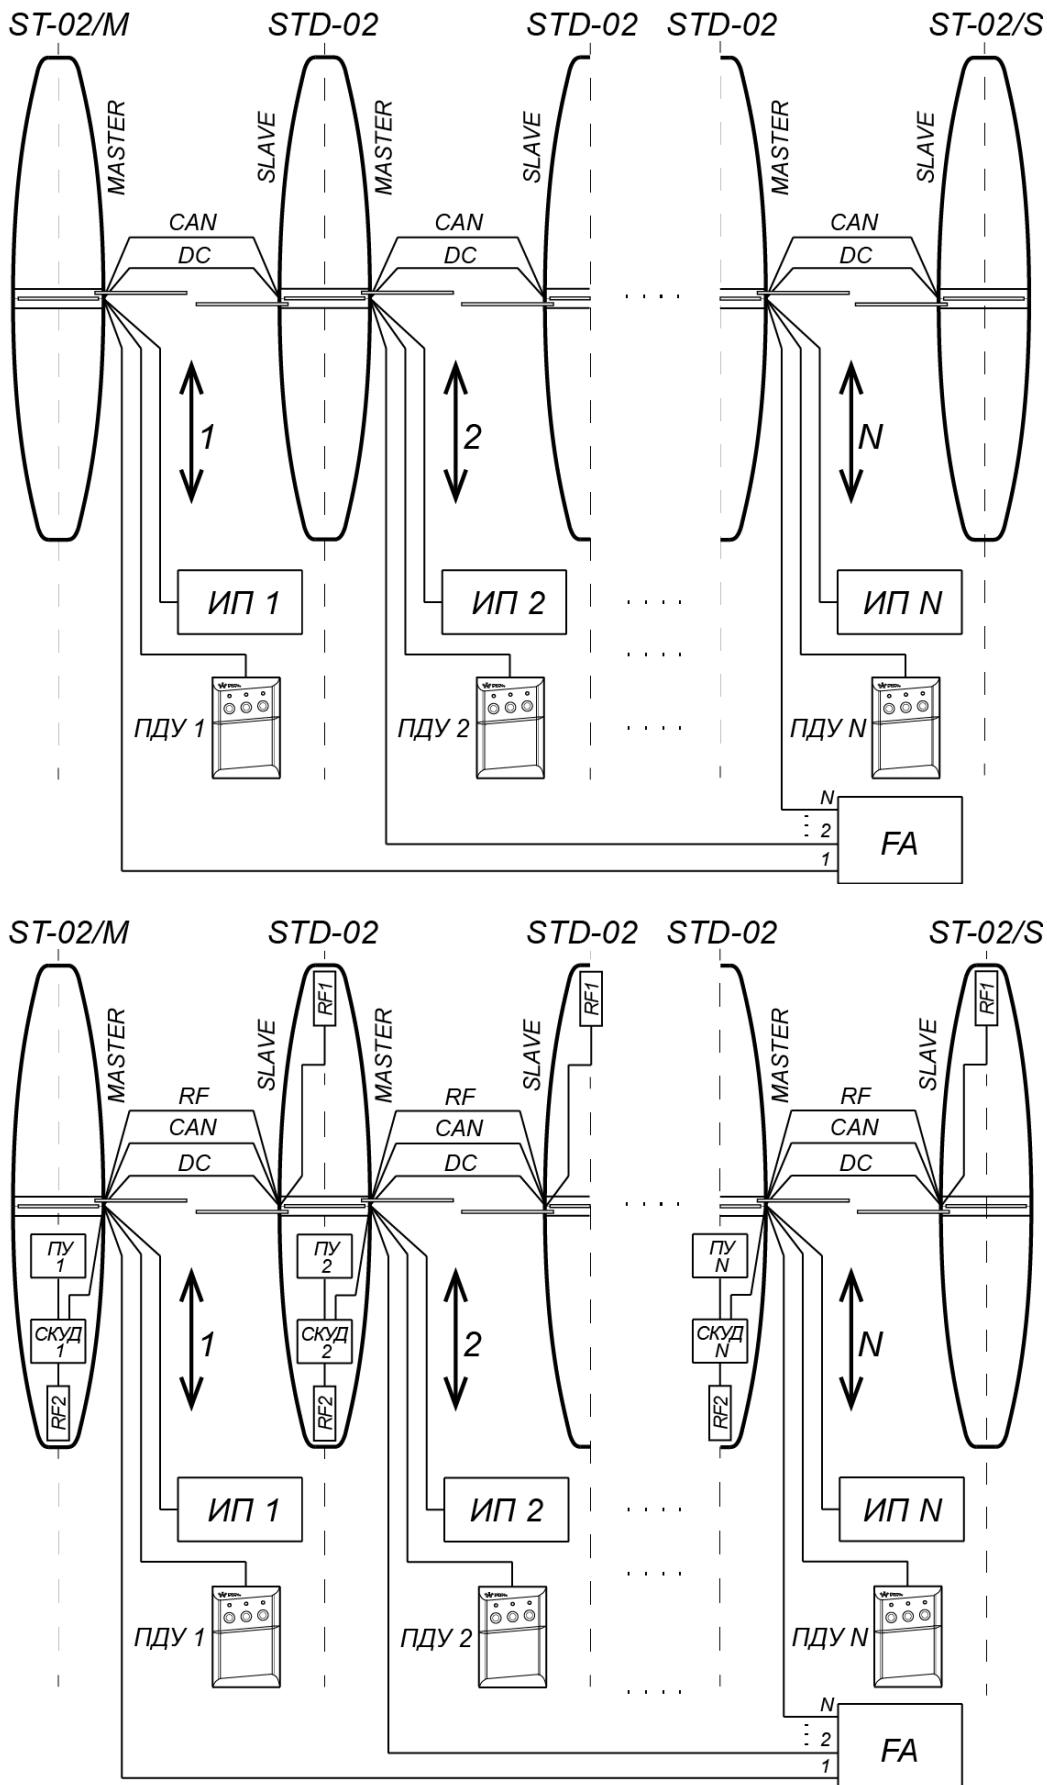
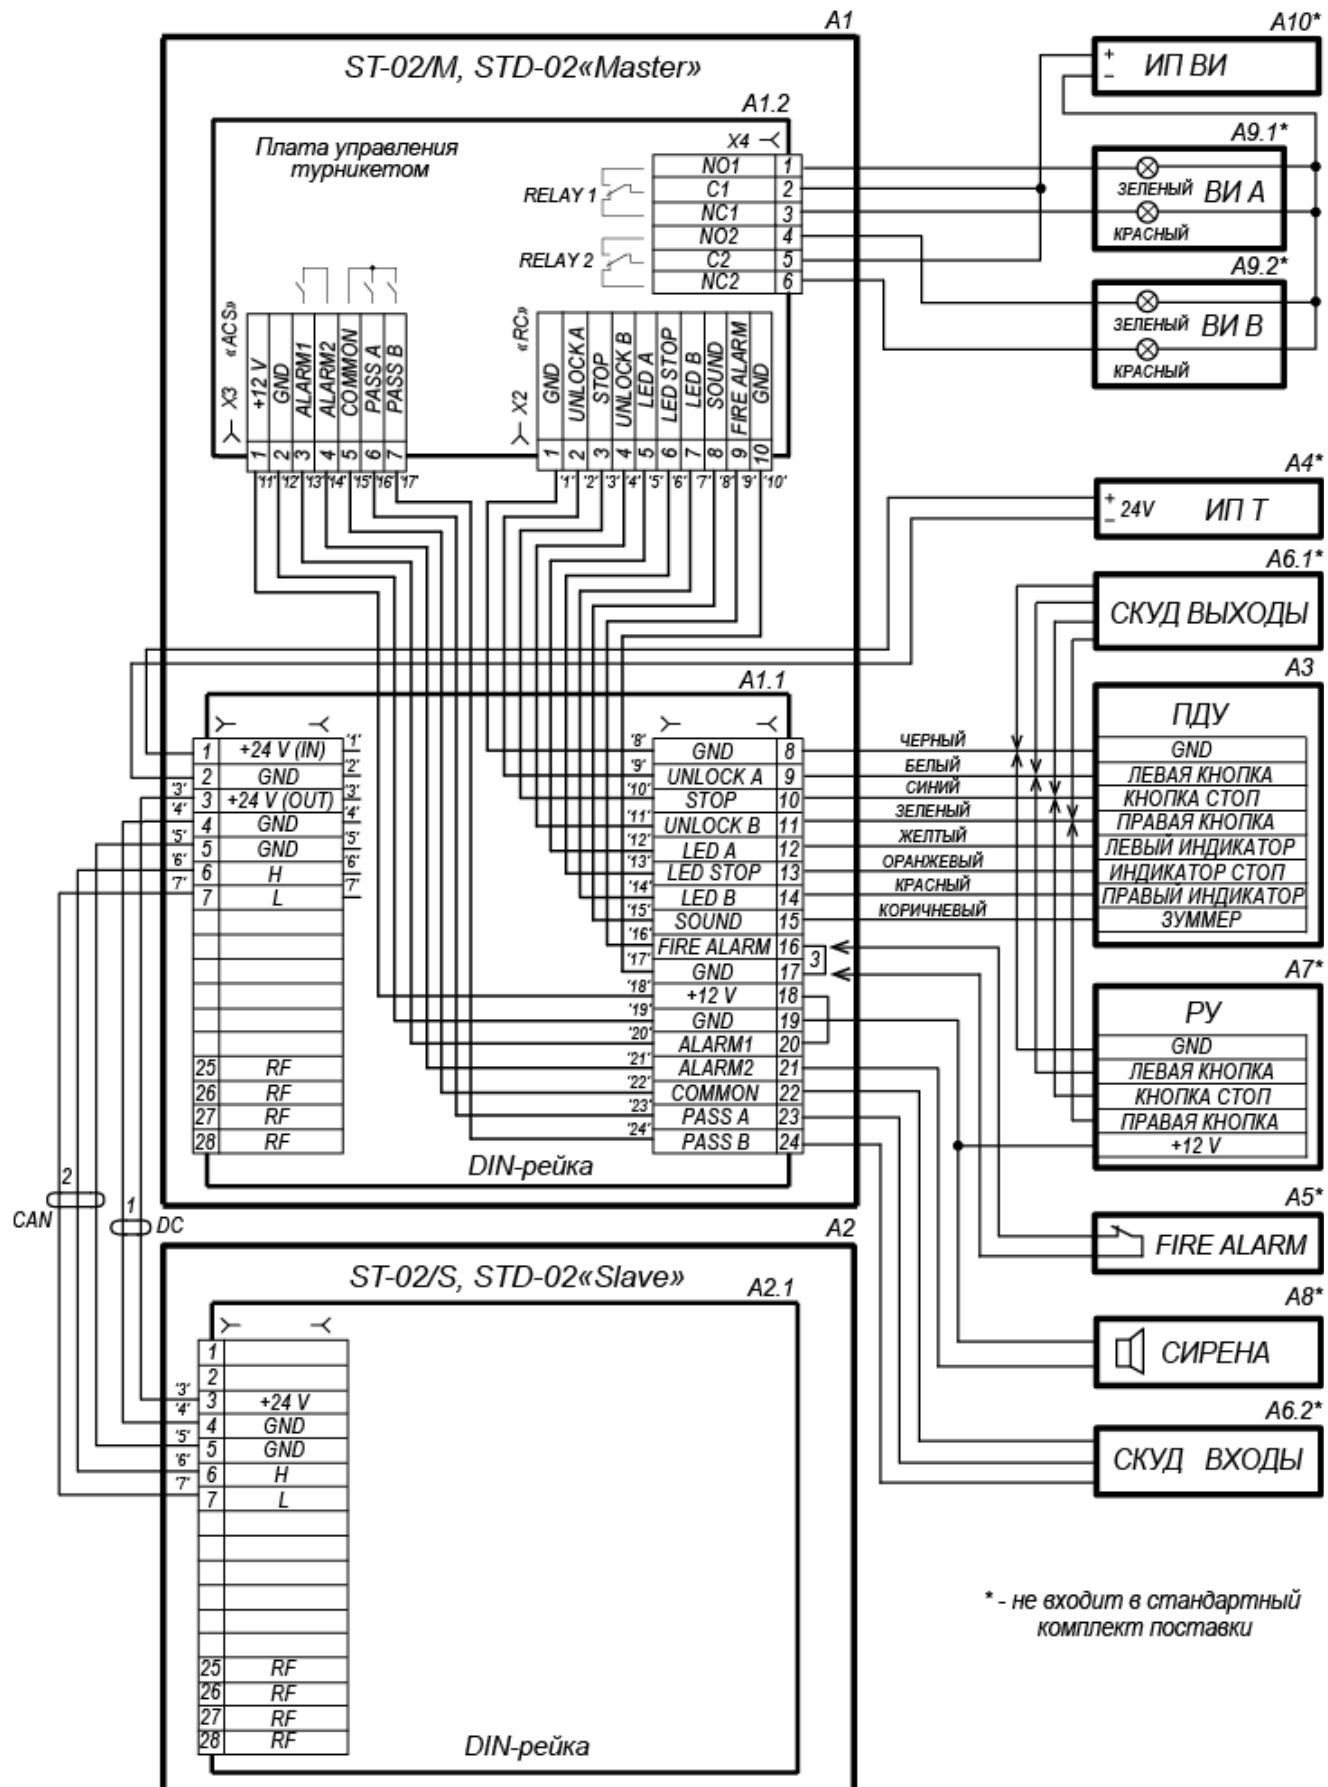
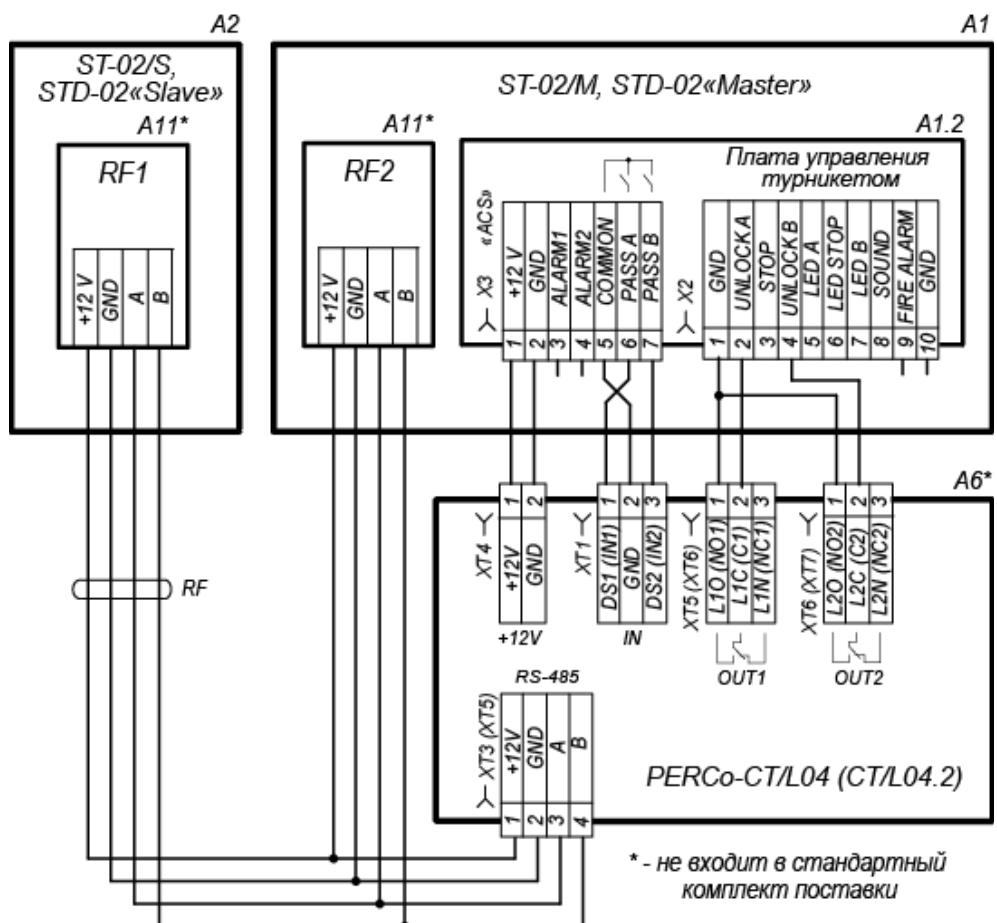

Рисунок 16. Схемы соединений турникета PERCo-ST-02 и двусторонних секций PERCo-STD-02 для организации проходной с несколькими (N) зонами прохода
Рисунок 17. Схема электрических соединений турникета
Рисунок 18. Вариант подключения к турникету контроллера СКУД PERCo-CT/L04
каналы, соединяющие отверстия для ввода кабелей противоположных секций (сторон двусторонней секции) одной зоны прохода – для подводки соединительных кабелей DC (9) и CAN (10)¹, а также по необходимости при установке встроенных в турникет считывателей – кабель для соединения считывателя из секции *Slave* с контроллером СКУД (кабель RF на схемах на рис. 16 и рис. 18).
17. Выньте изнутри каждой секции (стороны секции) и подключите внешние соединительные кабели к выносной колодке подключения согласно схеме электрических соединений турникета (см. рис. 17). Вставьте и закрепите на место выносную колодку. Аккуратно уложите подсоединенные к ней кабели внутри корпуса секции.
Для удобства входы и выходы встраиваемого в турникет контроллера СКУД могут подключаться не к контактам DIN-рейки, как показано на схеме (рис. 17), а непосредственно к соответствующим им контактам платы управления (разъемы **X2** и **X3**, рис. 6). Вариант схемы подключения представлен на рис. 18.